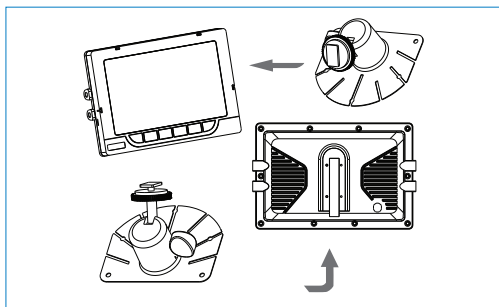

Fig. 1.1
2. Attachez l'écran au support, et ajustez l'angle de montage pour optimiser le confort de vision du conducteur (voir figure 1.1 en page 3).